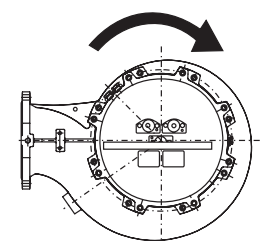

Fig. 6
- Los terminales del cable de alimentación están marcados con las siglas internacionales IEC, su correcta conexión a la línea L1(u1-w2), L2(v1-u2), L3(w1-v2) determina el correcto sentido de rotación de la electrobomba. Si el grupo instalado es visible en arranque, el mismo sufrirá un contragolpe en sentido inverso a las agujas del reloj (ver Fig. 6).